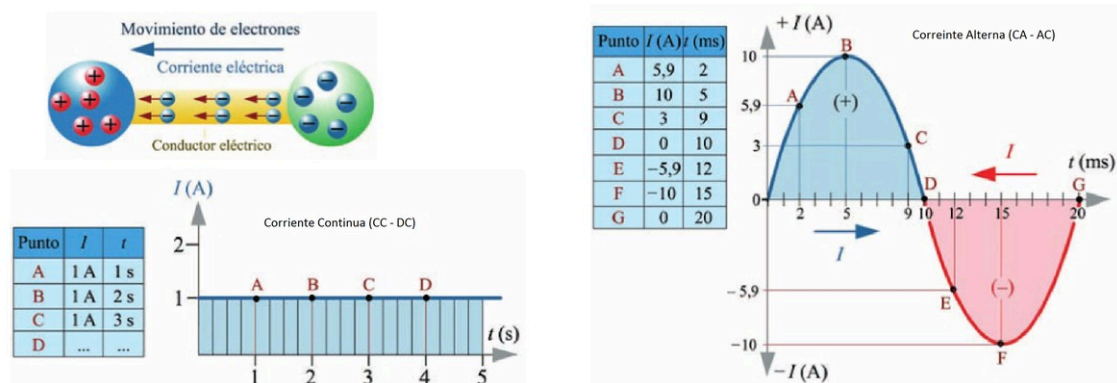

Figura 2. Corriente alterna vs. corriente continua.
El movimiento de electrones que se establece en un conductor se llama corriente $i(t)$. La corriente puede ser corriente continua (CC — DC) o corriente alterna (CA — AC), como se aprecia en la figura 2. La unidad de la corriente es el amperio (A).